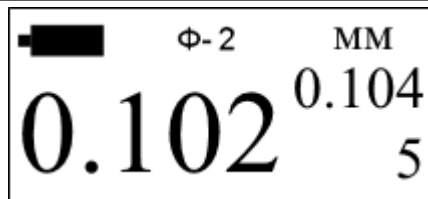

Рисунок 2.9 – Графический индикатор прибора после серии измерений
3. Теперь можно последовательно друг за другом проводить необходимое количество измерений, при этом после каждого измерения прибор будет пересчитывать среднее значение и отражать показания на индикаторе (рис. 2.9).